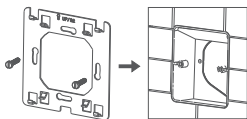

Рисунок 17. Установка терморегулятора в монтажную коробку
3. Подготовьте отверстие в стене под монтажную коробку. С помощью отвертки закрепите опорную пластину в монтажной коробке и зафиксируйте ее двумя винтами (рис. 17).